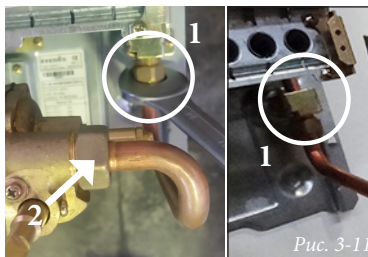
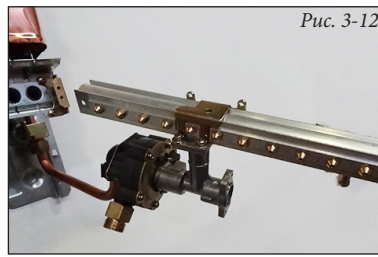
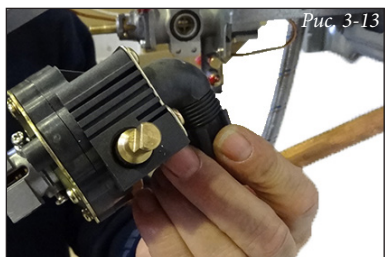

Рис. 3-11
Рис. 3-12
Рис. 3-13
- ослабьте крепление трубки, как показано на Рис. 3-11 (часть 1), и переместите блок воды/газа и газовую рампу вправо, как показано на Рис. 3-12;
- отсоедините блок воды/газа и газовую рампу от стойки подачи воды на Рис. 3-13 и Рис. 3-11 (часть 2) и одновременно извлеките большую пружину и пружину модулирующего клапана (Рис. 3-14);